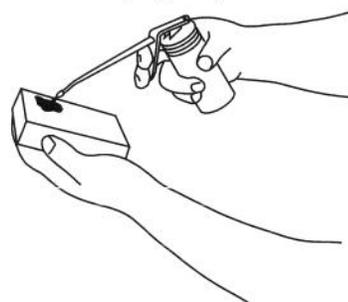

Figure 21
5. Appliquer une cuillère à soupe d'huile SAE 30W sur le filtre à air (Fig. 21).